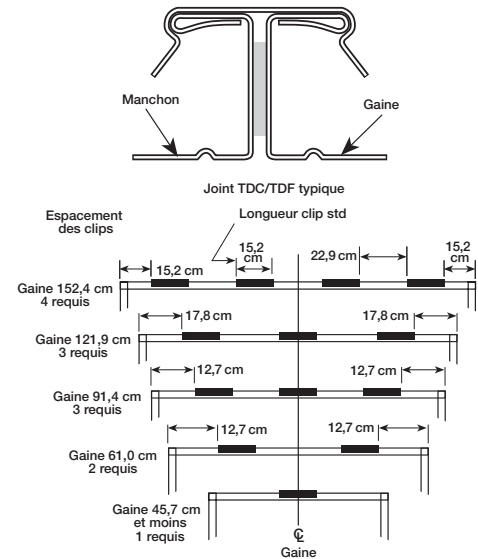

Figure 13 — Systèmes de raccordement séparables à brides exclusifs
- Un clip métallique standard de 15,2 cm peut être utilisé avec un espacement. Voir la Figure 13.